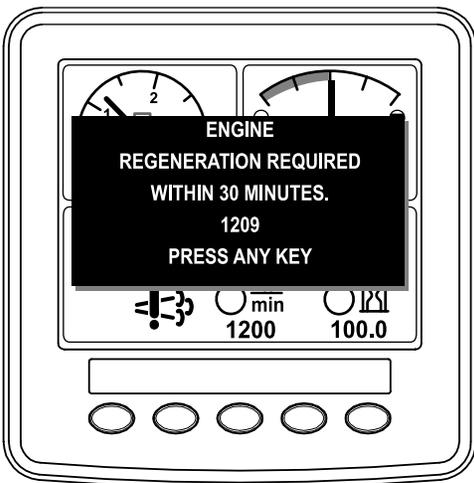

Figura 65
- Se ignorerete la richiesta di rigenerazione da fermi visualizzata sull'InfoCenter e continuerete ad utilizzare la macchina (Figura 65), una quantità critica di particolato si accumulerà nel DPF.